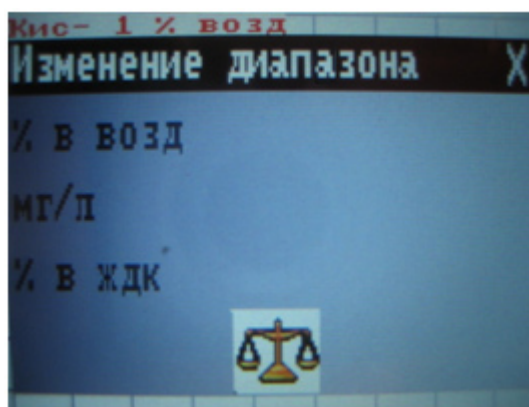

Рис. 5. Установка модуля
6. Нажмите на значок модуля , откроется окно установки модуля (рис. 5).